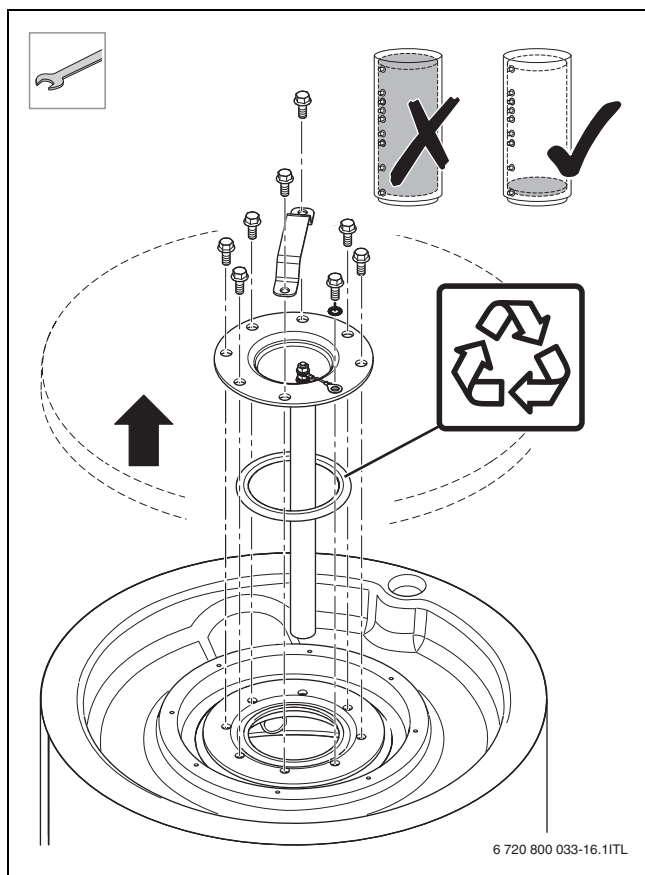
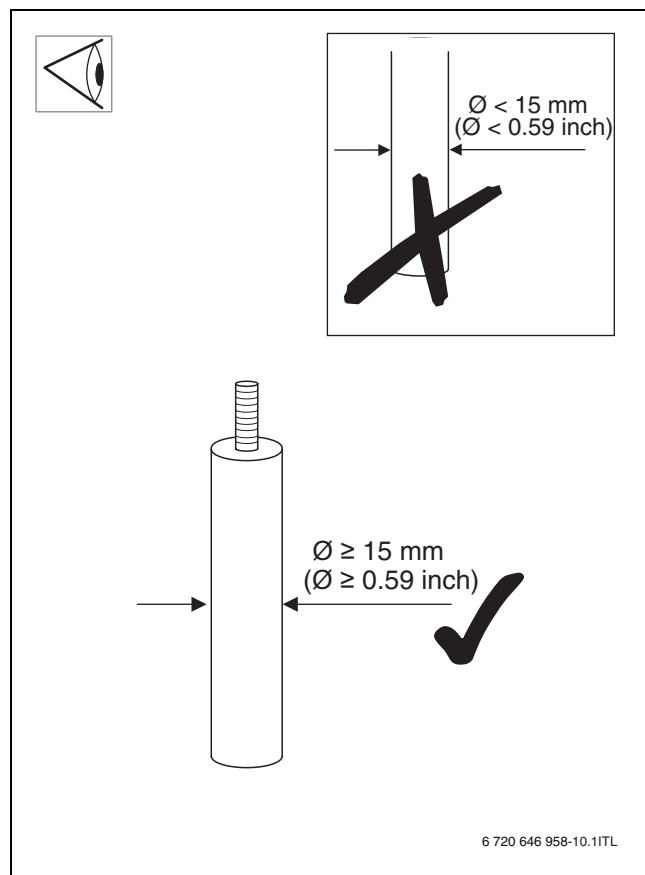

Fig. 20
Fig. 22
- ▶ Démonter et contrôler l'anode au magnésium (→ fig. 20, page 57 et fig. 22, page 57).